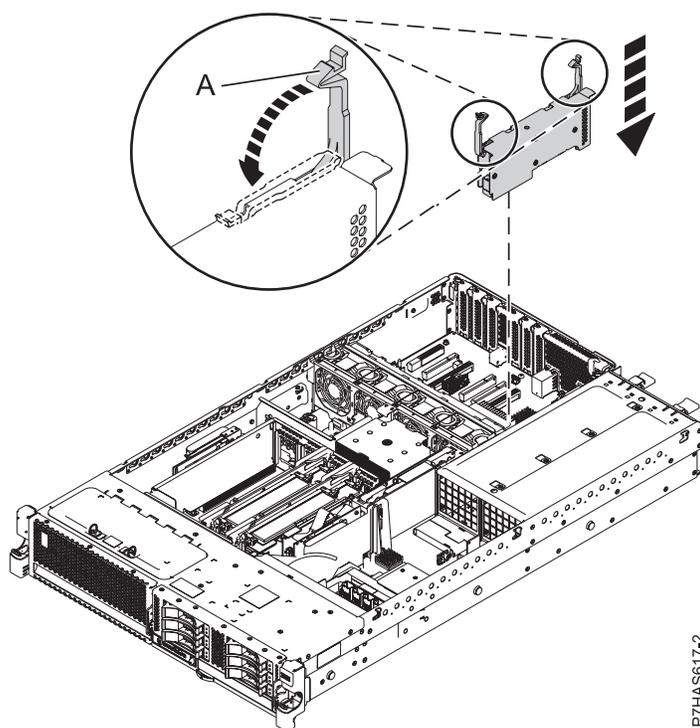

Figure 2. Installation de l'adaptateur FC EJ0H sur un système
9. Préparez l'installation du nouvel adaptateur en mettant les taquets en position ouverte sur l'adaptateur (A) (voir la figure 2).
12. Faites pivoter les taquets en position verrouillée, comme indiqué dans la figure 2.